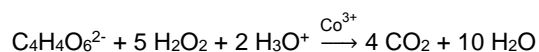

Abb. 1: Versuchsaufbau.
1. Die Apparatur wird wie in Abb. 1 zu sehen aufgebaut.